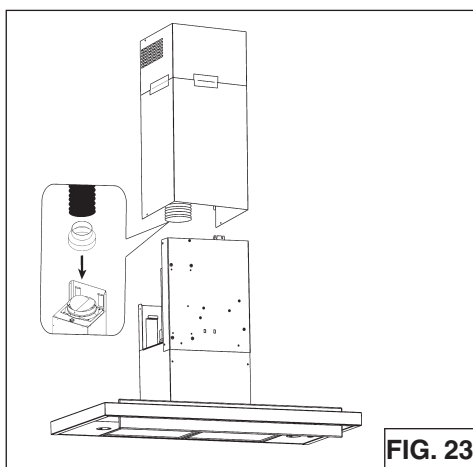

FIG. 23
9. Allongez le conduit extensible, fixez l'adaptateur de 15,2 à 20,3 cm (de 6 à 8 po) et scellez les joints avec du ruban à conduit (Fig. 23).